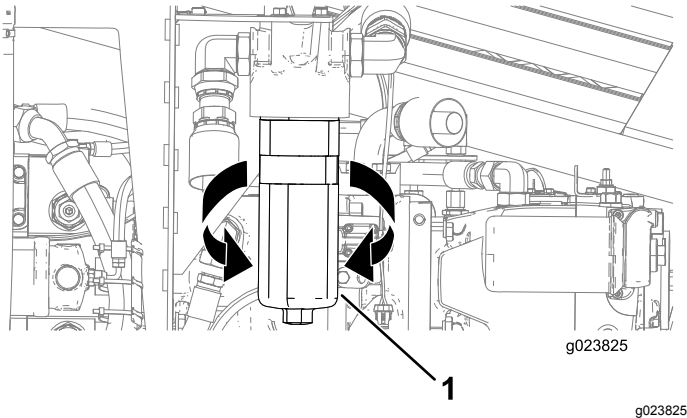

Figura 122
3. Coloque un recipiente de drenaje o varios trapos debajo del filtro de carga (Figura 122).
4. Gire el filtro hidráulico de alta presión en sentido antihorario y retire el filtro (Figura 122).
6. Alinee el filtro hidráulico de alta presión con su asiento, y gírelo en sentido horario hasta que el par de apriete llegue a 61 N·m (45 pies-libra), según se muestra en Figura 122.